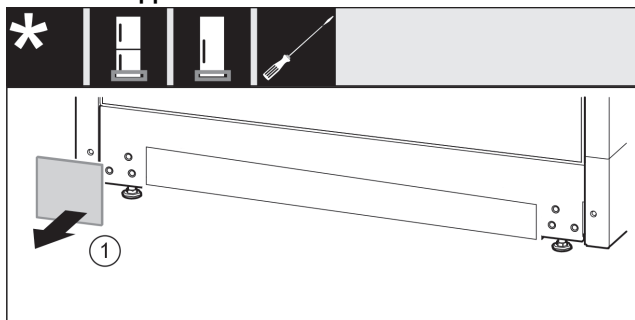

Fig. 35
- ▶ Retirer le cache. *Fig. 35 (1)*